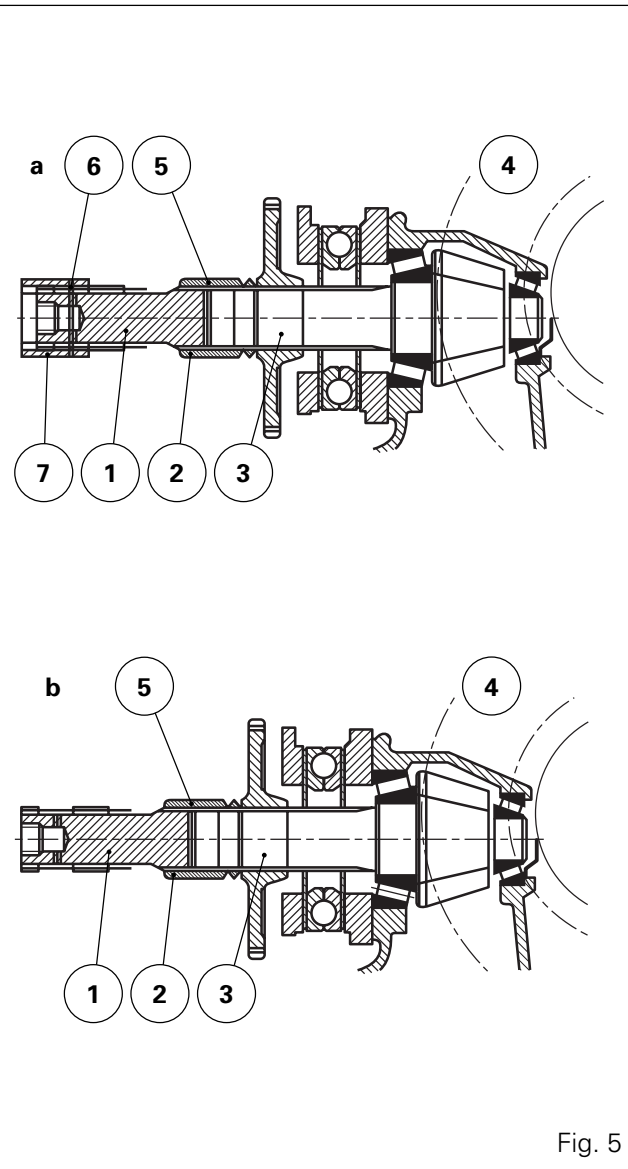

Fig. 5
Nota : Orienter le long déport entre la goupille (5) et l'extrémité du manchon (2) vers la couronne de différentiel (4) (Fig. 5).